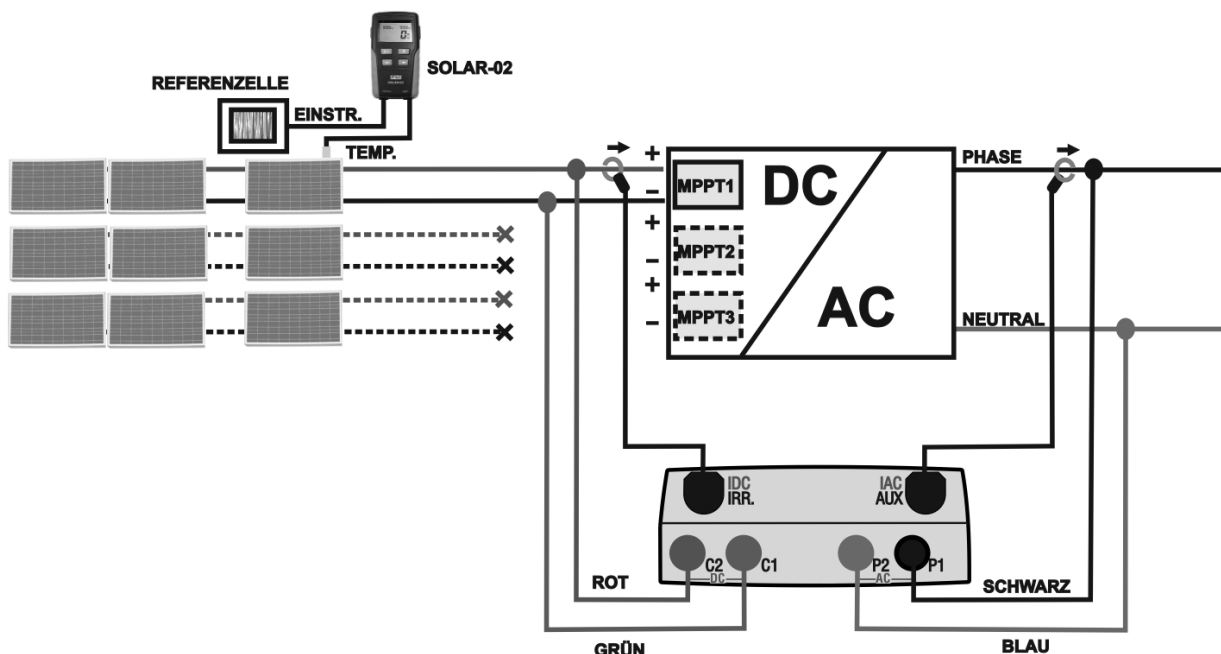

Abb. 4: Messgerätanschluss zur Prüfung von einphasigen PV Anlagen
5. Falls die Wechselrichter mehrere MPPT Lastregler besitzen, darf nur **der erste String am MPPT angeschlossen bleiben** (siehe Abb. 4). Anschließend werden die nachstehend beschriebenen Tätigkeiten einzeln nacheinander nur mit der am zweiten, dritten, vierten, usw. Lastregler angeschlossenen Strings wiederholt.
8. Schließen Sie nun die Messgerät-Eingangsbuchsen **C2** mit dem PV Pluspol und **C1** mit dem Minuspol des zu messenden Strings an. Danach verbinden sie **P1** mit der Phase des DC/AC Wechselrichters und **P2** mit dem Nullleiter. Die entsprechenden Leiterisolationfarben sind aus Abb. 4 ersichtlich.
10. Schließen Sie die DC Strommesszange am Pluspol des Strings **unter BeVORSICHT der Pfeilrichtung** an (siehe Abb. 4). Bringen Sie die DC Strommesszange weit genug vom Wechselrichter entfernt an und achten Sie darauf, dass deren Backen geschlossen sind und nicht den Minusleiter berühren
11. Schließen Sie die AC Strommesszange des ersten MPPT am Phasenleiter L1 **unter BeVORSICHT der Pfeilrichtung** an (siehe Abb. 4). Bringen Sie die AC Stromzangenbacken soweit wie möglich vom Wechselrichter entfernt an und achten Sie darauf, dass deren Backen nicht den Nullleiter berühren. Schließen Sie den Ausgangstecker der Strommesszange an den Messgeräteingang **IAC** an.